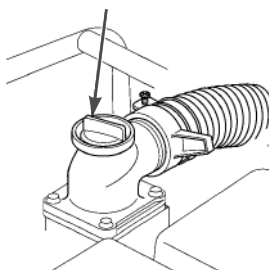

Рис. 13 Расположение пробки отверстия для заливки воды
1. Открутите пробку 4 отверстия для заливки воды в корпус насоса (Рис. 13).